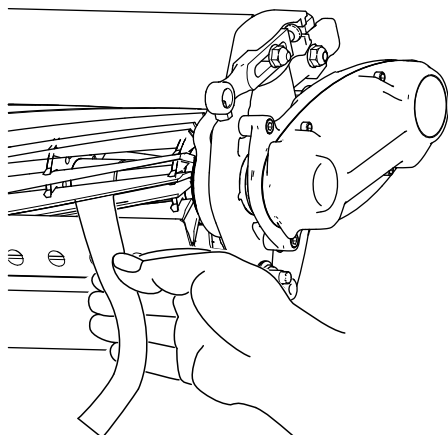

Figura 6
- B. Introduceți o bucată lungă de hârtie pentru verificarea performanței de tăiere (nr. piesă Toro 125-5610) între cilindru și contracuțit, perpendicular pe acesta din urmă (Figura 6), apoi rotiți cilindrul **încet** în față; acesta ar trebui să taie
11. Introduceți o bucată lungă de hârtie pentru verificarea performanței de tăiere (nr. piesă Toro 125-5610) între cilindru și contracuțit, perpendicular pe acesta din urmă (**Figura 6**), apoi rotiți cilindrul **încet** în față; acesta ar trebui să taie hârtia; în caz contrar, rotiți fiecare șurub de reglare pentru bara de cadru în sensul acelor de ceasornic cu 1 clic și repetați acest pas până când taie hârtia.